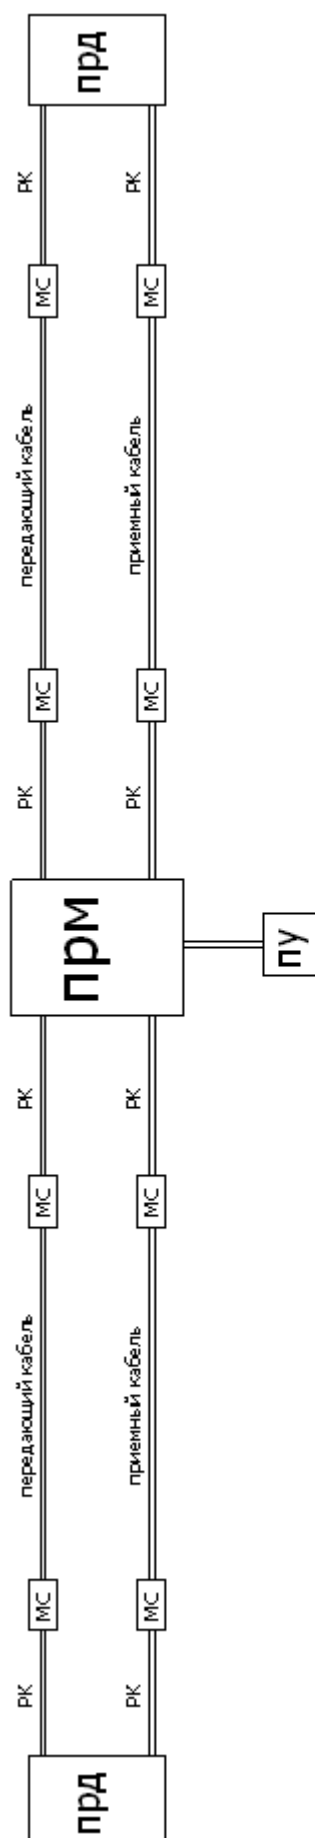

Рис. 1 Структурная схема средства
- 4.1. Структурная схема средства показана на рис. 1.
- 5.1. Основными составными частями средства (рис.1) являются блок передатчика, излучающие кабели и блок приемника. Настройка средства осуществляется с помощью пульта управления, который затем отключается.